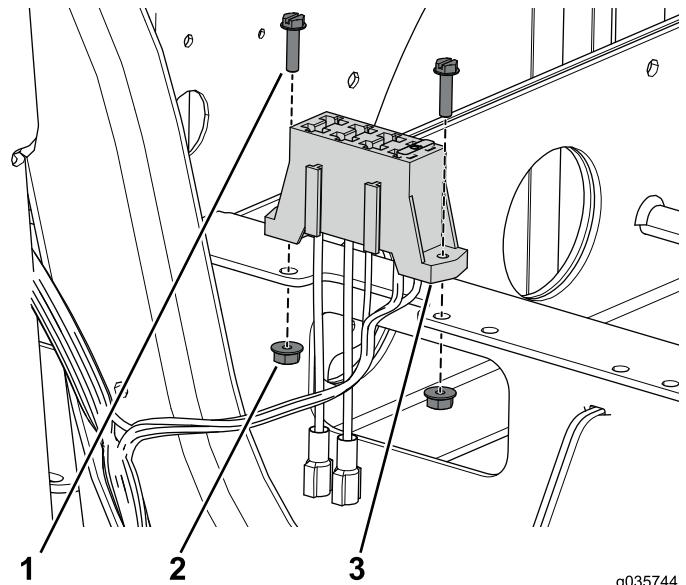

Рисунок 84
3. С помощью двух винтов и гаек прикрепите блок предохранителей к переднему поддону аккумуляторных батарей (Рисунок 84).